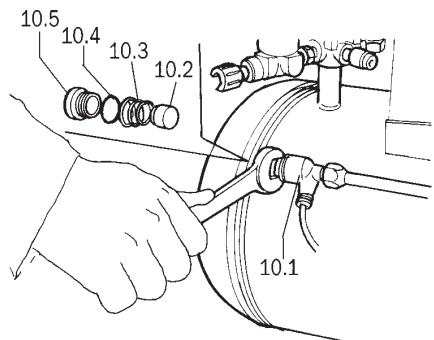

fig. 10
#### Malfunzionamento della valvola di sfiato del pressostato (fig. 10).
**A** - Imperfetta tenuta della valvola di ritegno 10.1 (fig. 10).